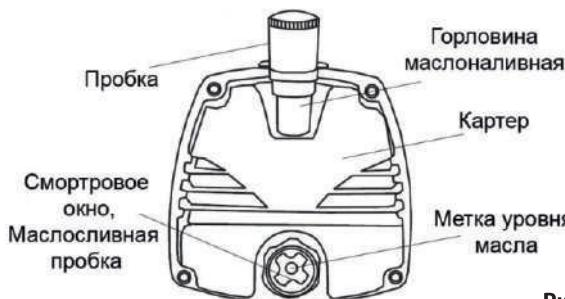

Рис. 3
- Проверьте уровень масла в смотровом окне (См. Рис. 3).
- Отверните транспортную заглушку маслоналивной горловины и залейте масло в картер, до уровня красной отметки (См. Рис.3).